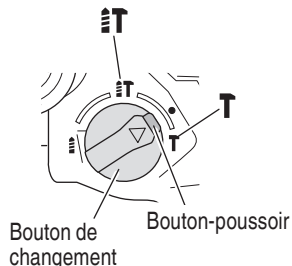

Fig. 24
- (1) Installer la pointe de broyage ou le burin.
- (2) Appuyer sur le bouton-poussoir et placer le bouton de changement au milieu du repère **I** et du repère **T** (Fig. 24).